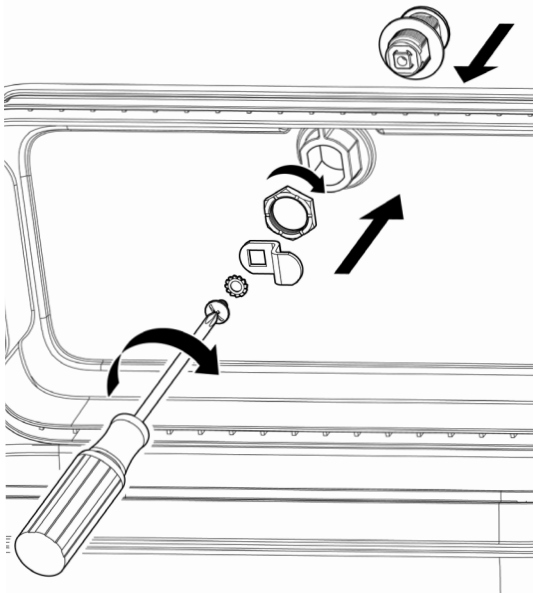
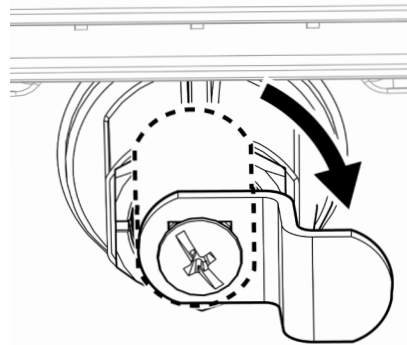

Figura 5: instalación de la cerradura nueva y la tornillería
Figura 6: soporte en L en la posición desbloqueada; paralelo al borde de la tapa del accesorio
- Enrosque la tuerca en el sentido de las agujas del reloj en la cerradura desde el interior del accesorio** (Figura 5). Luego utilice una llave ajustable o de 22 mm para apretar la tuerca firmemente contra la cerradura.
- Instale el soporte en L desde el interior del accesorio y colóquelo en la posición "desbloqueado"** (Figura 6). Inserte la arandela de seguridad y el tornillo de retención en el extremo de la cerradura. Enrosque el tornillo de retención con la mano y utilice un destornillador de cabeza Phillips para apretarlo hasta que esté completamente asentado y seguro (Figura 5). No ajuste demasiado.